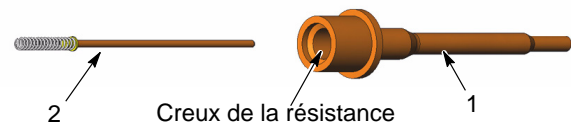

Fig. 27 Dépose de la résistance de son support
8. Voir la figure 27. Retirer la résistance (2) du porte-résistance (1).
1. Voir la figure 27. Injecter environ 0.60 cc de graisse diélectrique dans le creux de la résistance.